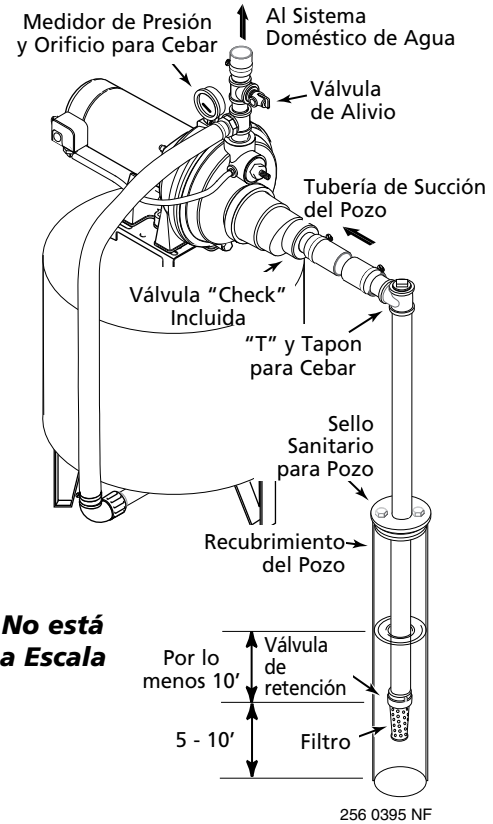

Figura 5 – Instalación de Pozo Recubierto
Instalacion de pozo recubierto con un recubrimiento de 2" o mas (Figura 5)
3. Instale la válvula de retención, el filtro y la tubería del pozo (Vea la Figura 5). Asegúrese que la válvula de retención funcione libremente.
5. Instale una "T" para cebiar, tapón para cebiar y la tubería de succión a la bomba (Vea la Figura 5). Conecte la tubería del pozo al orificio de succión de la bomba; utilice el menor número de conexiones posible - especialmente codos - ya que las conexiones incrementan la fricción en la tubería. La tubería de succión debe ser por lo menos del mismo tamaño que el orificio de succión en la bomba. Utilizar cinta selladora de PTFE para roscas de tubería sobre las juntas roscadas de la tubería. Soporte la tubería para que no haya inclinaciones verticales o hundimientos en ella a fin de que no ejerza tensión sobre el cuerpo de la bomba y con el propósito de que no se incline ligeramente hacia arriba desde el pozo hacia la bomba (los puntos altos pueden ocasionar que se formen bolsas de aire que pueden bloquear la bomba). Sellar las juntas de la tubería de aspiración con cinta selladora de PTFE para roscas de tubería. Las juntas deben ser a prueba de agua y estar herméticamente cerradas. Si la tubería de succión pudiera succionar aire, la bomba no podrá sacar agua de pozo.